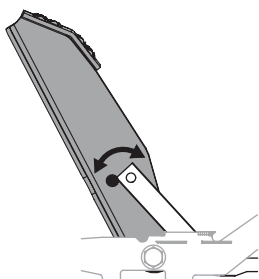

Fig. 34
3. Ubique el pedal en la posición óptima según las preferencias del operador (Fig. 34).